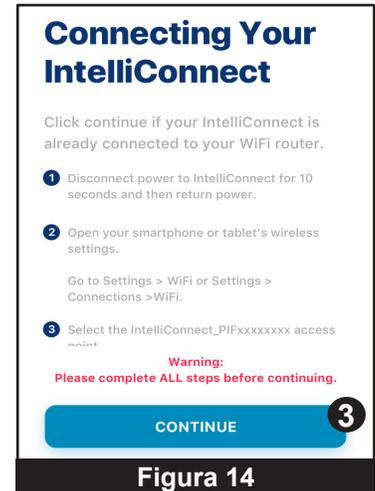

Figura 14
8. En la pantalla Connecting Your IntelliConnect (Conectar su IntelliConnect) (**Figura 14**):
- Pulse CONTINUE (CONTINUAR) (3) si su IntelliConnect ya se ha emparejado a una red wifi.